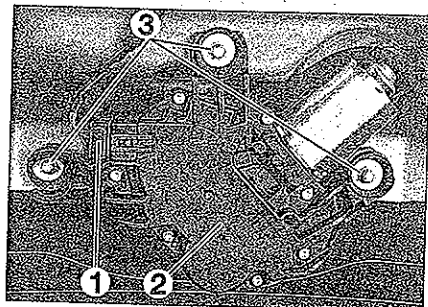

FIG. 65
- Desenchufar el conector (1) del motor de limpiaparabrisas (2) (fig. 65).
- los tres tornillos de fijación (3) del motor.